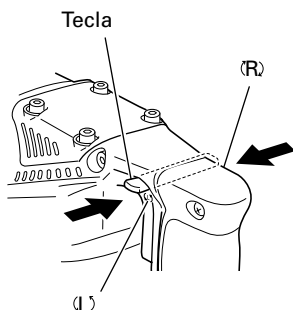

Fig. 6
- Vacíe las partículas del colector de polvo (B) después de haber taladrado dos o tres orificios.
- Después de haber extraído el colector de polvo (B), vuelva a colocar a broca.
- 9. Confirmar la dirección de rotación de la broca (Fig. 6)
Este martillo giratorio puede usarse en el modo de rotación solamente presionando el pulsador y girando la palanca selectora hasta la marca . (Fig. 6)